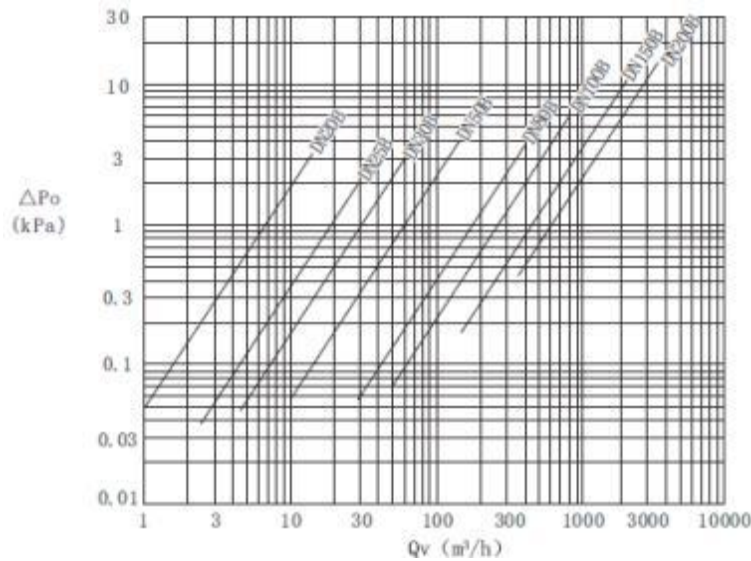

图 15 流量压损对应曲线
6.7.1 在标准状态下，当介质为干空气时，各规格流量计的压力损失 $\Delta P_o$ 可按图 15 查出（最大值见表 1）。